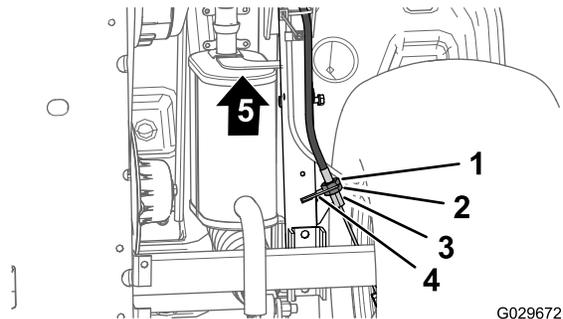

Figura 64
3. Na parte inferior da máquina, desaperte a porca de bloqueio traseira para o ajustador roscado do cabo do travão de estacionamento 4 voltas (Figura 64).
4. Aperte a porca de bloqueio dianteira (Figura 64).
- A. Desaperte a porca de bloqueio dianteira (Figura 64) para o ajustador roscado do cabo do travão de estacionamento 1 volta.
- B. Aperte a porca de bloqueio traseira (Figura 64).
- A. Desaperte a porca de bloqueio traseira (Figura 64) para o ajustador roscado do cabo do travão de estacionamento 1 volta.
- B. Aperte a porca de bloqueio dianteira (Figura 64).